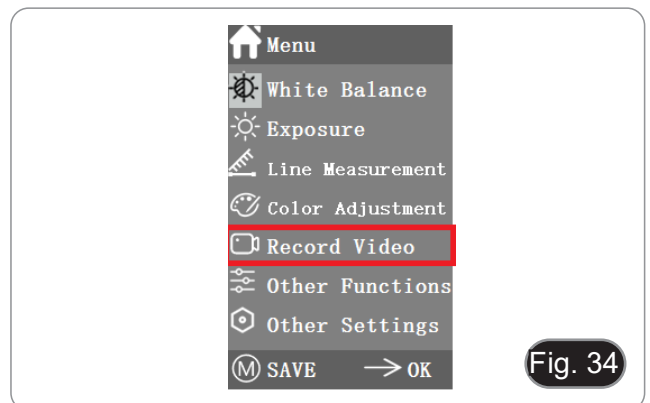

Fig. 34
1. Prima o botão M para mostrar o menu no ecrã (Fig. 34) e escolhe a opção Gravar Vídeo premindo ↑ ou ↓.